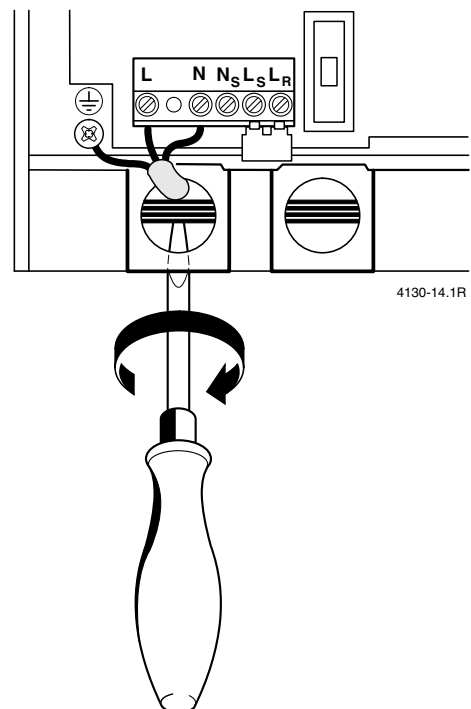

Рис. 19.
- ▶ Протянуть кабель через растяжной фиксатор и подсоединить, как показано на рис. 19.